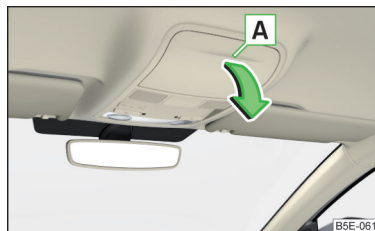

Fig. 103
- Para **abrir**, presionar sobre la tapa del compartimento para gafas en la zona **A**. El compartimento se abre en el sentido de la flecha » fig. 103.